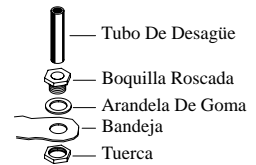

Fig. 5
- **Instale el montaje de desagüe.** Quite la tuerca y pase la boquilla por el agujero de la bandeja, colocando la arandela de goma entre la bandeja y la cabeza de la boquilla (véase fig. 5). Coloque la tuerca en la boquilla y atornílela hasta que quede apretada contra la parte inferior de la bandeja. Inserte el tubo de desagüe en la boquilla para retener el agua. El tubo de desagüe se puede quitar para desaguar el agua de la bandeja cuando sea necesario. Se puede conectar una manguera de jardín a la boquilla para desaguar el agua hacia otra parte.